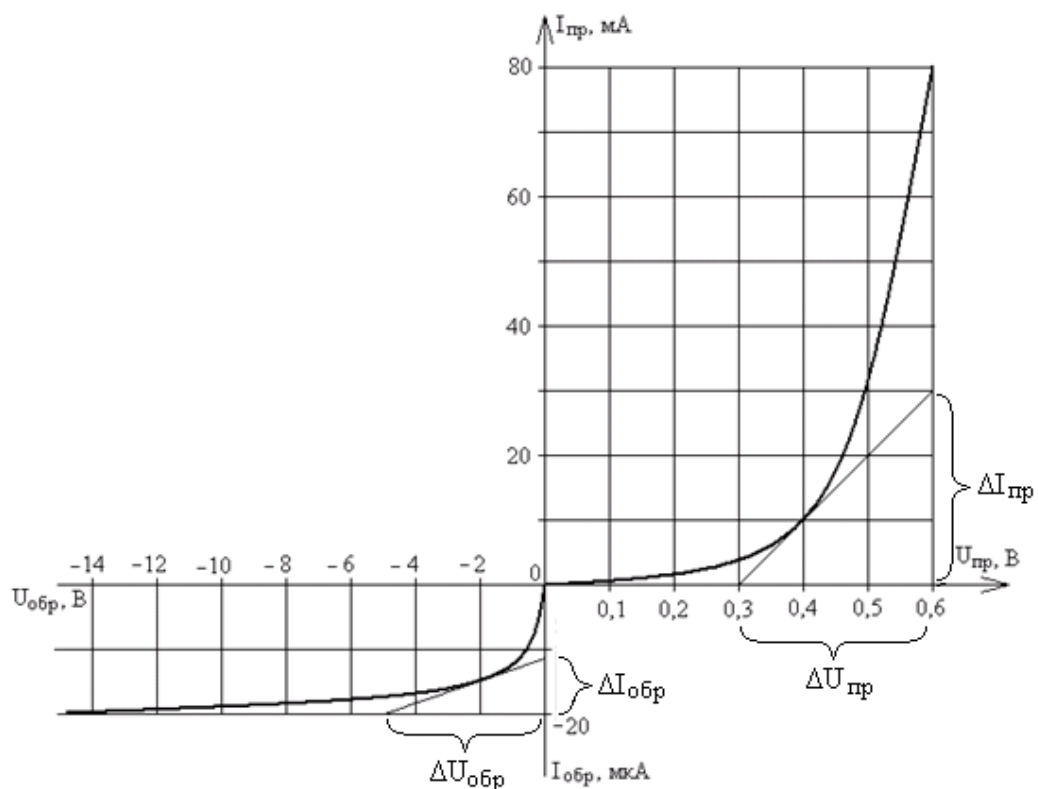

Рисунок 1.1 – Вольт-амперная характеристика
**Задача 1.3** Пользуясь вольт-амперной характеристикой (ВАХ) диода (рисунок 1.1), определить дифференциальное сопротивление  $r_{\text{диф}}$  и сопротивление постоянному току  $R_0$  при напряжениях  $U = (0,1 + 0,05 \cdot n) \text{ В}$  и  $(-6 + 0,5 \cdot n) \text{ В}$ .
1. Начертить график ВАХ (рисунок 1.1). Провести касательные к графику в точках, соответствующих заданным напряжениям.